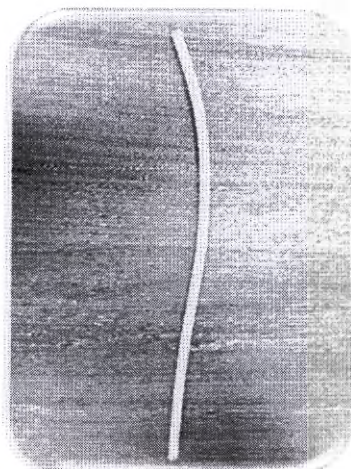
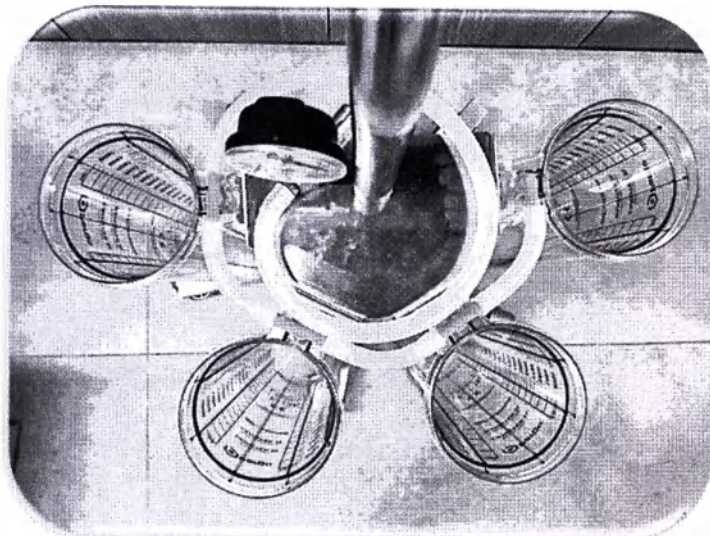

Рисунок 2.5.
Рисунок 2.6.
- 2.6. Отрезать кусок Шланга вакуумного (рисунок 2.5.) необходимой длины для соединения Коннектора вакуума тип T первого Контейнера для пакета с Патрубком для подключения Шланга вакуумного, идущего к Контейнеру для пакета (рисунок 2.6.).